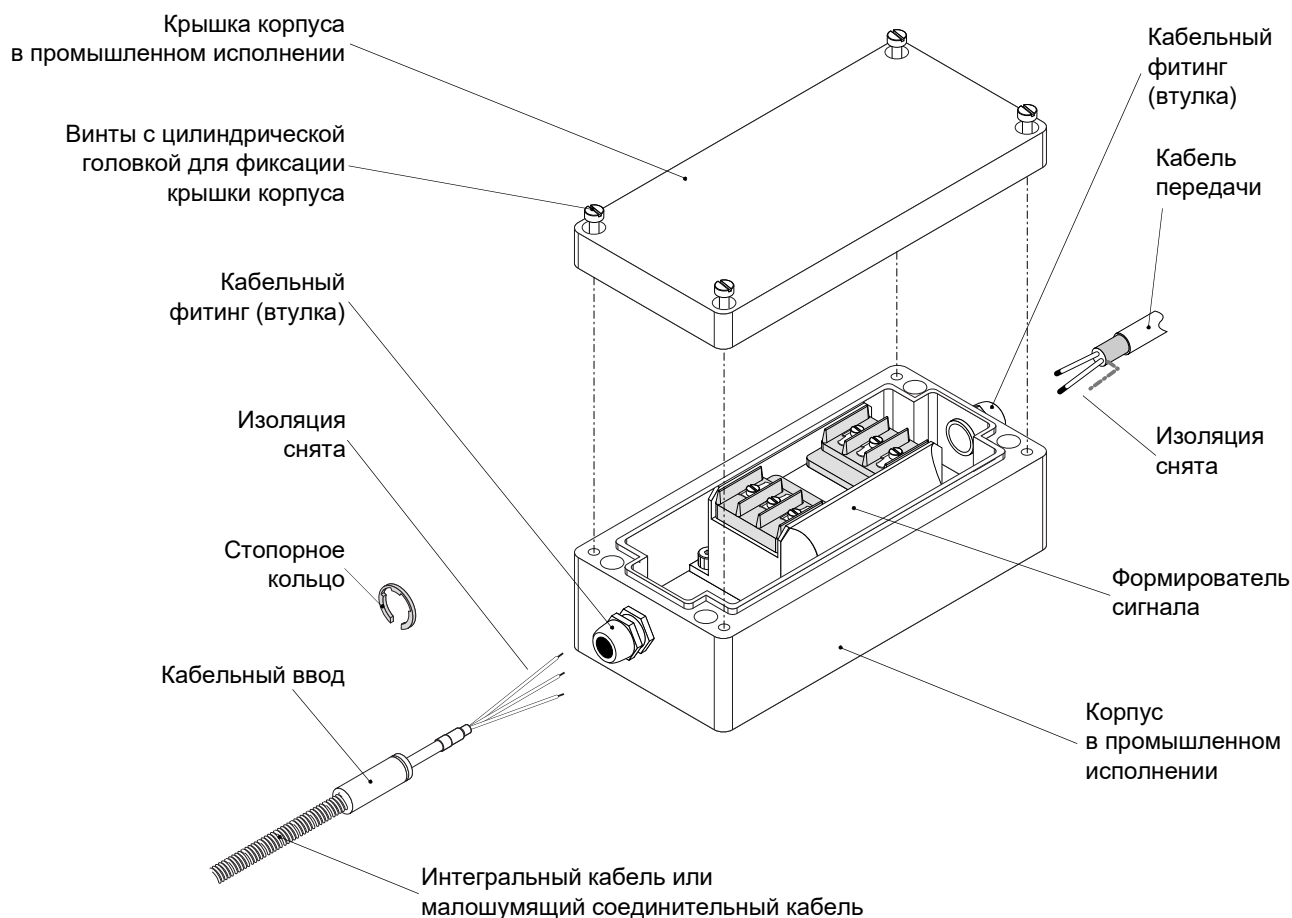

Рис. 4-8. Формирователь сигнала IPC704 в корпусе ABA160 промышленного исполнения
Формирователь сигнала IPC704 обычно устанавливается в корпусе АВА160 или АВА17х промышленного исполнения. Кабель датчика со стороны датчика и кабель передачи в направлении стороны мониторинга подключаются к устройству IPC704 с помощью винтовых зажимов (см. рис. 4-8).
- 2- Откройте дверцу или снимите крышку корпуса в промышленном исполнении (см. пример на рис. 4-8 для корпуса АВА160).
- 3- Идентифицируйте все подключенные к устройству IPC704 провода кабеля датчика со стороны датчика и кабеля передачи в направлении стороны мониторинга. Обратитесь к рис. 4-8 и запишите в табл. 4-4 номер и(или) цвет каждого провода.